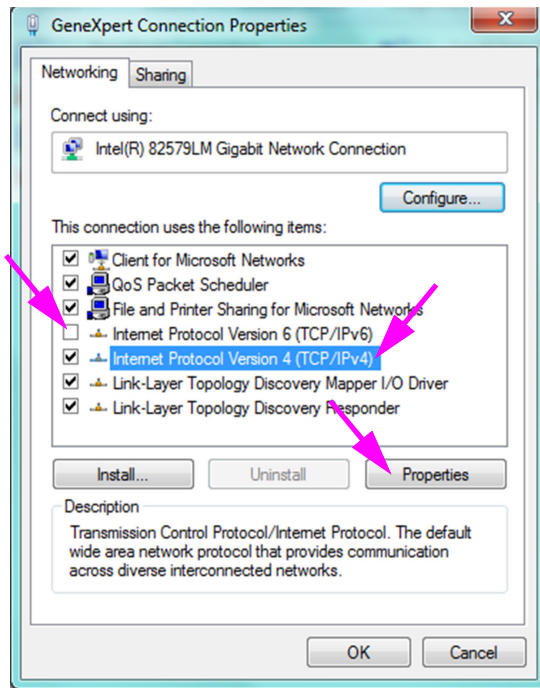

Figura 2-42. Pantalla GeneXpert Connection Properties (Propiedades de conexión de GeneXpert)
8. En la pantalla GeneXpert Connection Properties (Propiedades de conexión de GeneXpert) (ilustrada en la figura 2-42) desactive la casilla situada junto a **Internet Protocol Version 6 (TCP/IPv6) (Protocolo de Internet versión 6 [TCP/IPv6])**. Seleccione **Internet Protocol Version 4 (TCP/IPv4) (Protocolo de Internet versión 4 [TCP/IPv4])** y haga clic en **Propiedades**. Aparece la pantalla Propiedades: Internet Protocol Version 4 (TCP/IPv4) Properties (Propiedades del protocolo de Internet versión 4 [TCP/IPv4]).